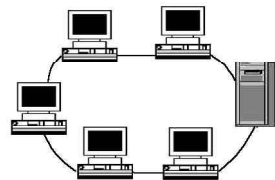

图4
③环型网络结构。环型网络拓扑如图4所示,它是将每一个工作站连接在一个封闭的环